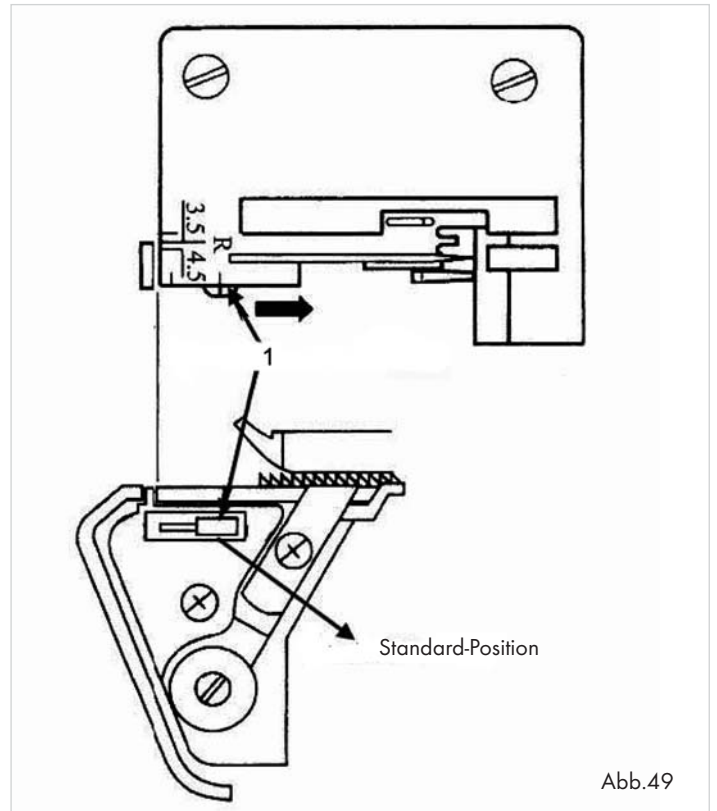

Abb.49
- Öffnen Sie die Frontklappe ⑩.
- Schieben Sie den Nahtbreitenschalter ②③ auf „S“, damit der Nahtbreitenfinger vorgeschoben wird (1) (Abb. 49).
① Hinweis: